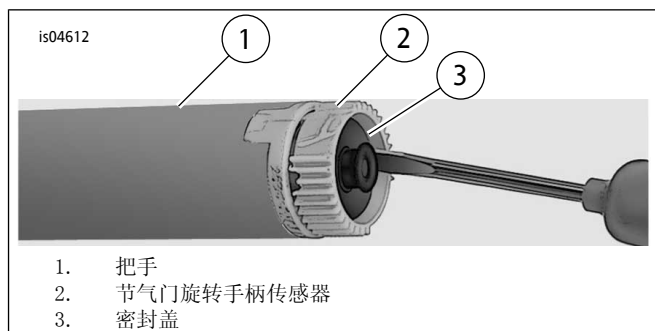

图2。拆卸密封盖
- 参见图2。将小螺丝刀或其他平头工具插入到密封盖一侧的平坦区域中。